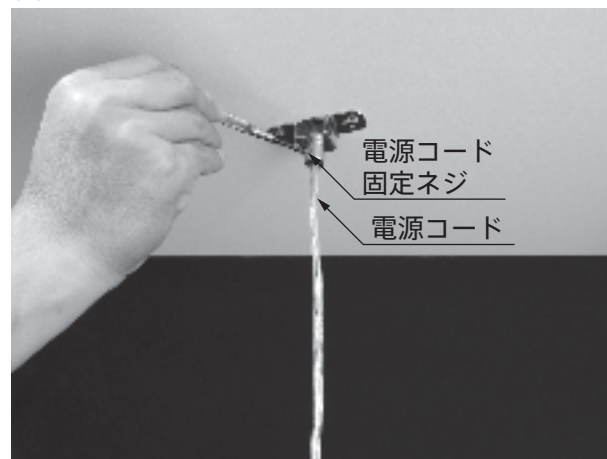

図 6
6. 取付金具が隠れるようにカバーキャップを上側へずらし、カバーキャップ固定ネジを締めて固定します。(図6)